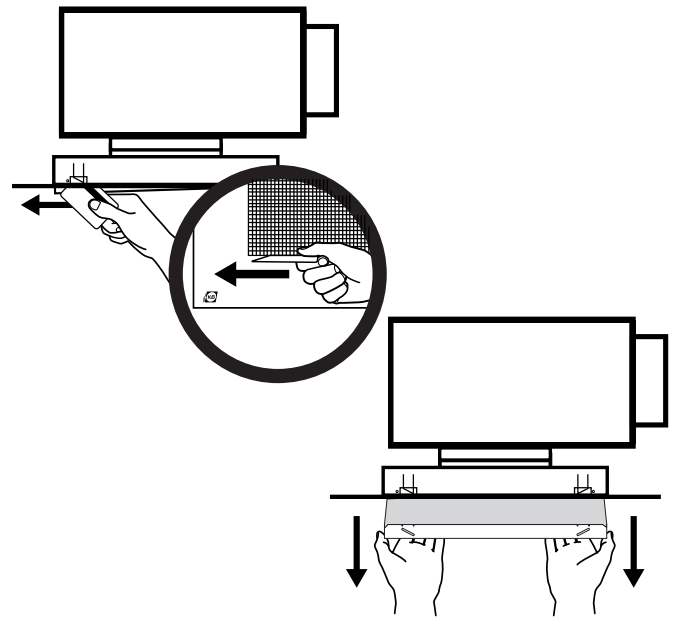

Bild 1. Donets front öppnas enkelt med ett plastkort av kreditkortsstorlek.
- 1) Donets front öppnas genom att föra in ett plastkort i kreditkortsstorlek eller annat mjukt verktyg i springan vid KB-symbolen i donets front, bild 1.